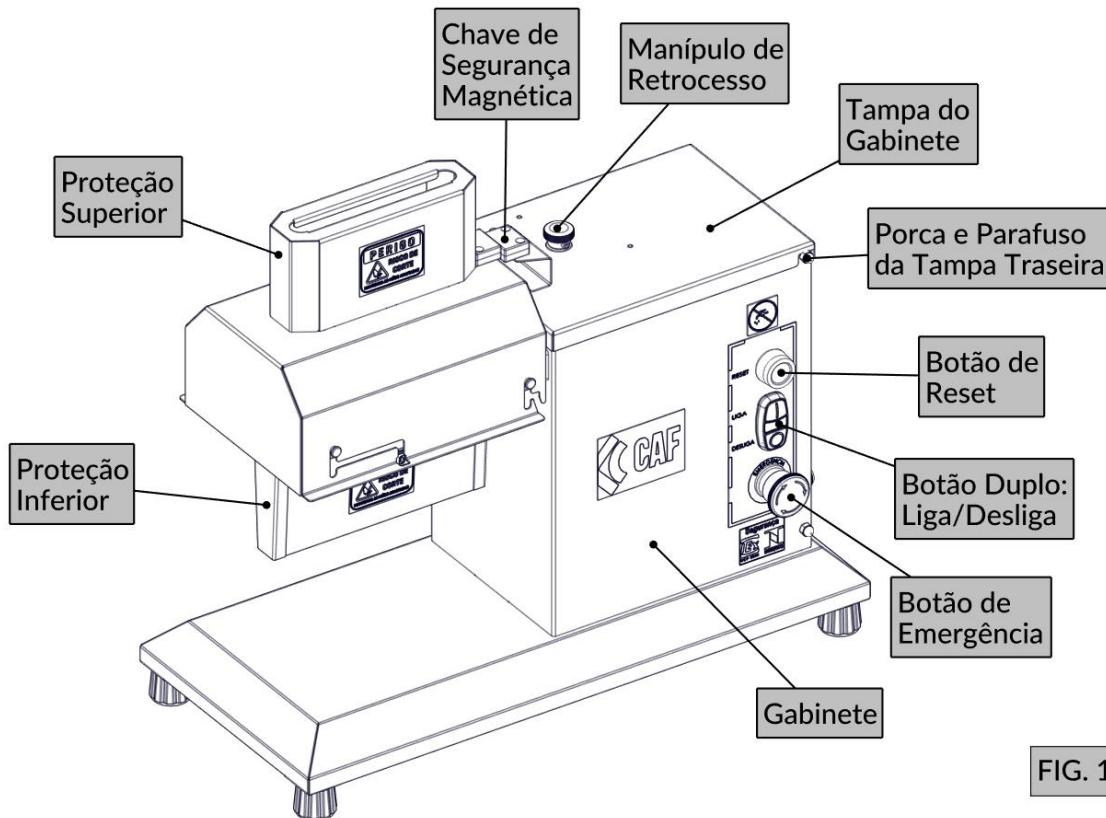

FIG. 1
3. Verifique se o botão de emergência está destravado (FIG. 1);
4. Aperte o botão de reset (FIG. 1).
1. Com a máquina devidamente montada, higienizada e energizada, pressione o botão de liga (FIG. 1);
2. Coloque a carne a ser processada no bocal de alimentação (FIG. 1) em pedaços cortados com tamanho de 180mm e espessura máxima 19mm;